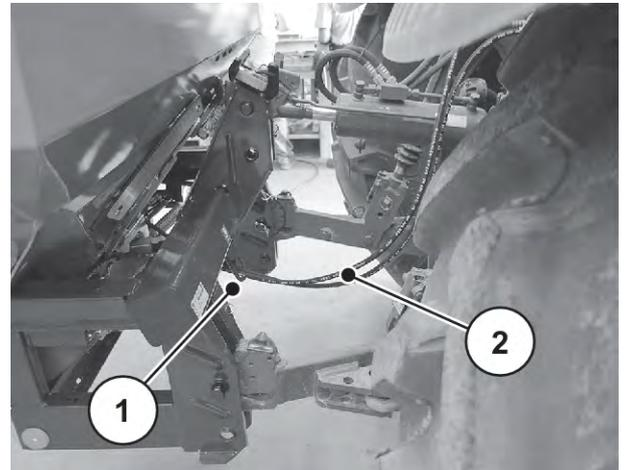

Fig. 23: Føring hydraulikkslanger
- ▶ Legg hydraulikkslangene under tverrøret. Se *Fig. 23 Føring hydraulikkslanger*